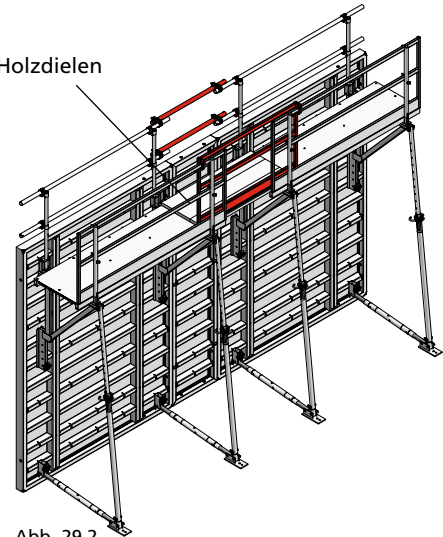

Abb. 29.2
■ Überwurf mit Holzdielen, befestigt mit dem Sicherungsbügel SB (Abb. 29.2 und Seite SB-31). Er eignet sich bei geringeren Ausgleichsbreiten und liegt auf den benachbarten Alu-Plattformen auf.